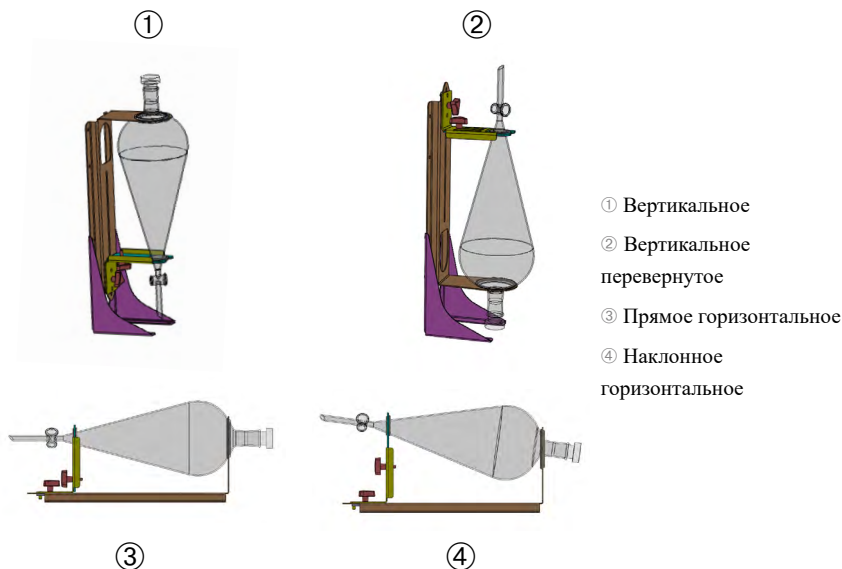

Рисунок 90: Положения установки держателя делительной воронки
Высота горизонтального положения ③ на Рисунок 90 регулируемая, чтобы реализовать наклонное положение ④. Кроме того, держатель делительной воронки можно совместить с вертикальной стойкой (доступна как принадлежность), чтобы реализовать вертикальные компоновки ① и ②. Держатель может устанавливаться так, чтобы кран воронки был направлен вниз ①, или наоборот, чтобы реализовать компоновку ②.
1. Зафиксируйте держатель делительной воронки на длинном конце вертикальной стойки, как показано на ① и ② на Рисунок 90.